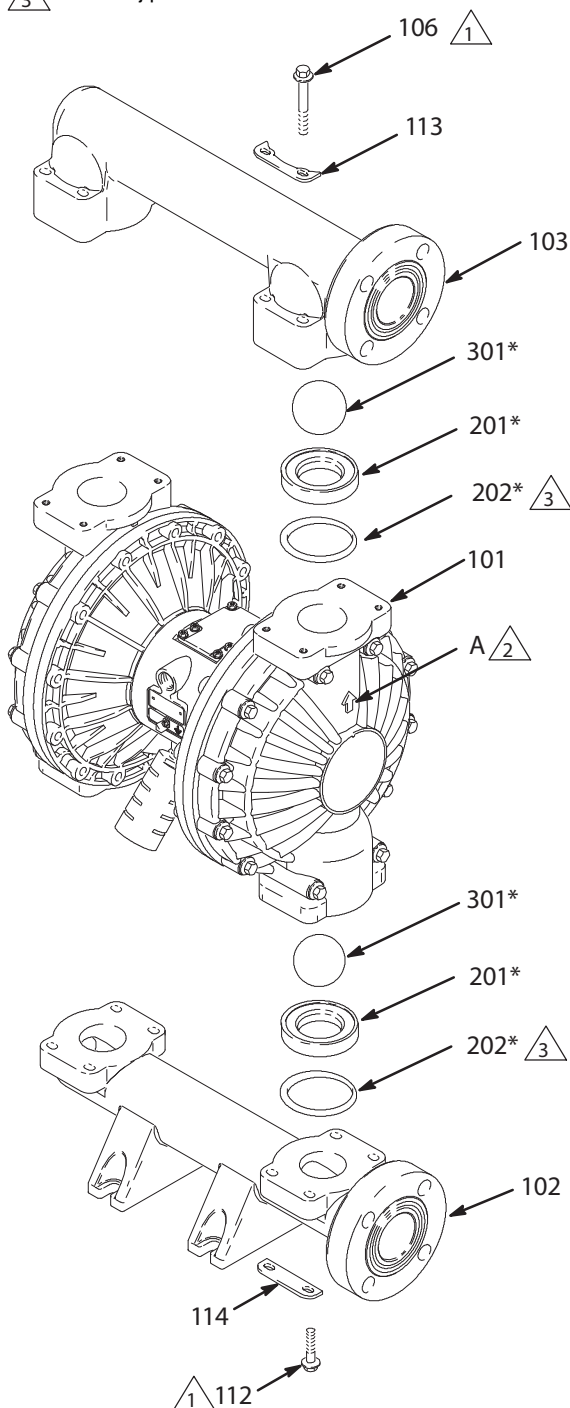

Fig. 11
Se **Fig. 11**.
2. Sätt samman i omvänd ordning enligt anvisningarna i **Fig. 11**. Montera kulventilerna **exakt** så som visas i skissen. Pilarna (A) på vätskekåporna **måste** peka mot utloppsfördelningsröret (103).